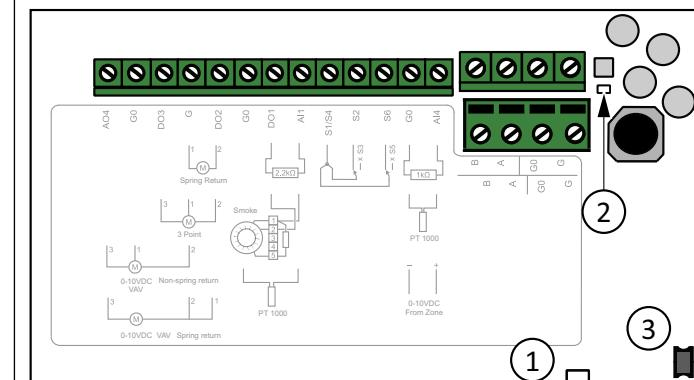

Figure 4 Insiden af SCS-S2. 1= LED lys for status, 2= LED lys for kommunikation, 3= Trykknap
10. Tryk på knappen på spjældenhederne, se *Figure 4*. LED-indikatoren lyser op i magenta.
Når den er identificeret, begynder LED-indikator 1 på enheden at blinke, se *Figure 4*.
3. LED-indikator 1 på enheden blinker i ca. fem (5) sekunder, se *Figure 4*.
2. Tryk på knappen på enheden, se *Figure 4*
Det er muligt at nulstille enheden til fabriksindstillingerne med knappen, se *Figure 4*.
- Tryk på knappen, og hold den inde i 10 sekunder. LED 1 (*Figure 4*) lyser rødt.